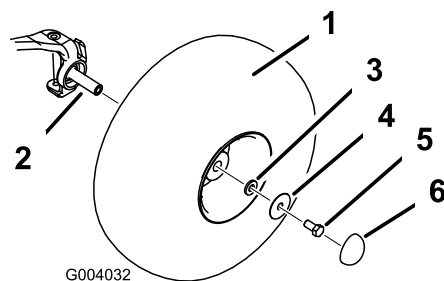

図 4
4. 取り外したネジ類を使ってホイールを取り付け（図 4）、183-224 Nm (18.6~22.8 kg.m) にトルク締めする。